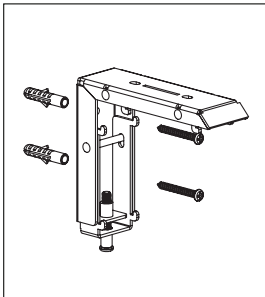

Abbildung 4
- 2. Montage an Tragwerken aus Beton:** Zeichnen Sie die Lochpunkte mit den Winkeln an Ihrer Wand ab und bohren die Löcher passend zu den beiliegenden Dübeln. Die Dübel müssen dabei stramm in die Löcher einzuführen sein. Gehen die Dübel locker in die Löcher, sind die Löcher zu groß gebohrt und es müssen entsprechend größere Dübel und Schrauben eingesetzt oder neue Löcher gebohrt werden. Setzen Sie die Dübel komplett in die Löcher ein und schrauben die Winkel mit den beiliegenden Schrauben fest, wie in Abb. 4 und 5 dargestellt.